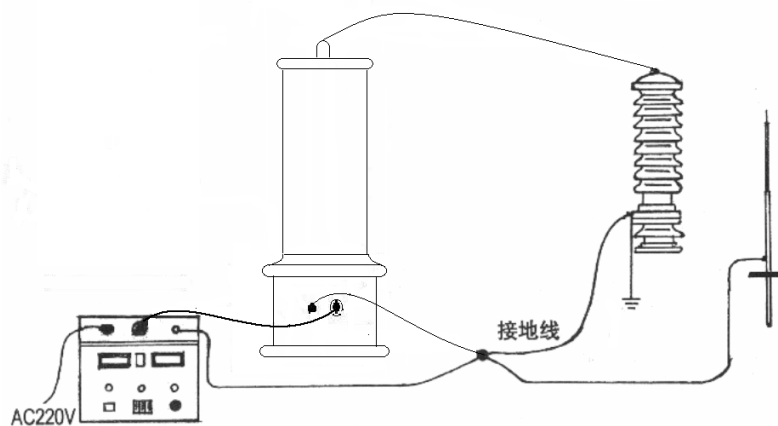

图 4 试验回路接地线示意图
- 试验前请检查试验器控制箱、倍压筒和试品的接地线是否接好。试验回路接地线应按本说明书（图 4）所示一点接地。
5.1.2 将倍压筒从机箱中取出放置到合适的安全位置，分别联接好电源线、电缆线和接地线。保护接地线与工作接地线以及放电棒的接地线均单独接到试品的地线上(即一点接地)。严禁各接地线相互串联。为此，应使用专用接地线。(见图 4)上。